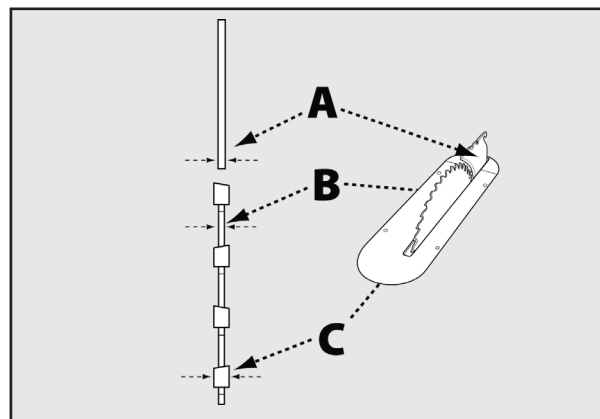

FIGURE 22
**REMARQUE :** Les dispositifs de sécurité, l'ensemble protège-lame et l'ensemble anti-retour ont été enlevés dans la Figure 22, afin de montrer l'emplacement des caractéristiques spécifiques. Lorsque vous utilisez la scie, ces dispositifs de sécurité doivent être en place et fonctionner correctement.